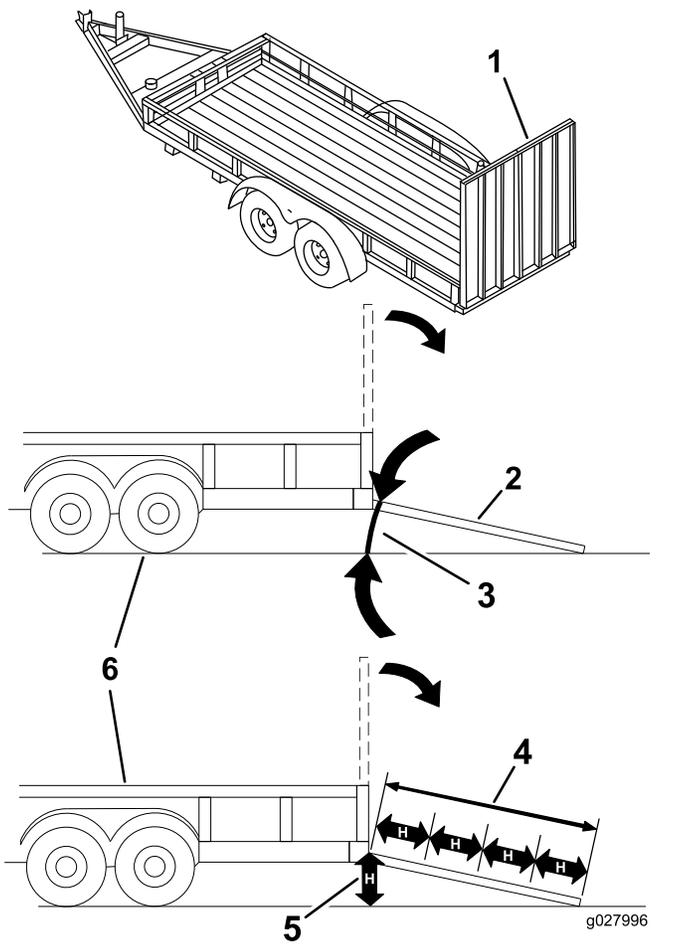

Figure 35
**Le chargement de la machine sur une remorque ou un camion augmente le risque de basculement et donc de blessures graves ou mortelles (Figure 35).**
1. Abaissez la rampe pour que l'angle avec le sol ne dépasse pas 15 degrés (Figure 35).